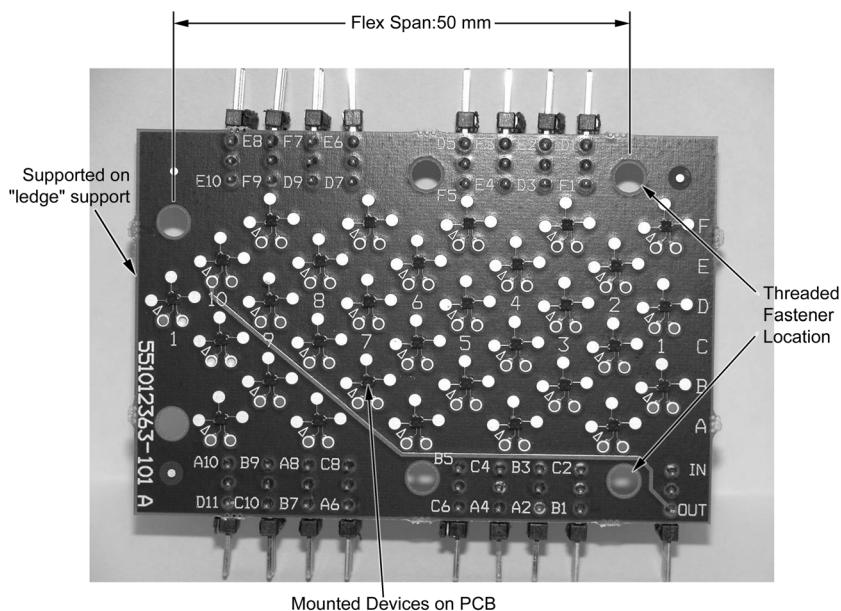

FIGURE 11. Flex Test PCB Layout
6. 曲げ試験：PCBに一定の周波数でたわみを繰返し与える試験です。曲げ試験の結果を Table 6 に示します。デイジー・チェーン・ループの抵抗値が 10% 増えた場合を不合格としています。上記試験に使用した機器を Figure 11、12 に示します。